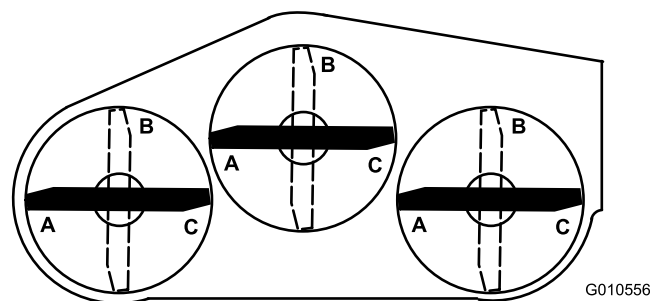
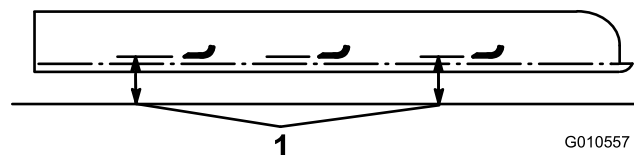

Figura 24
Figura 25
5. Posicione as 3 lâminas na posição A (Figura 24) e meça a partir da superfície nivelada até ao fundo da extremidade da ponta de cada lâmina (Figura 25).
6. Anote a medida obtida em A, rode as lâminas para a posição B (Figura 24), meça a distância de todas as lâminas até uma superfície nivelada e anote as dimensões (Figura 25).
7. Rode as lâminas para a posição C, meça e anote a distância medida (Figura 24 e Figura 25).